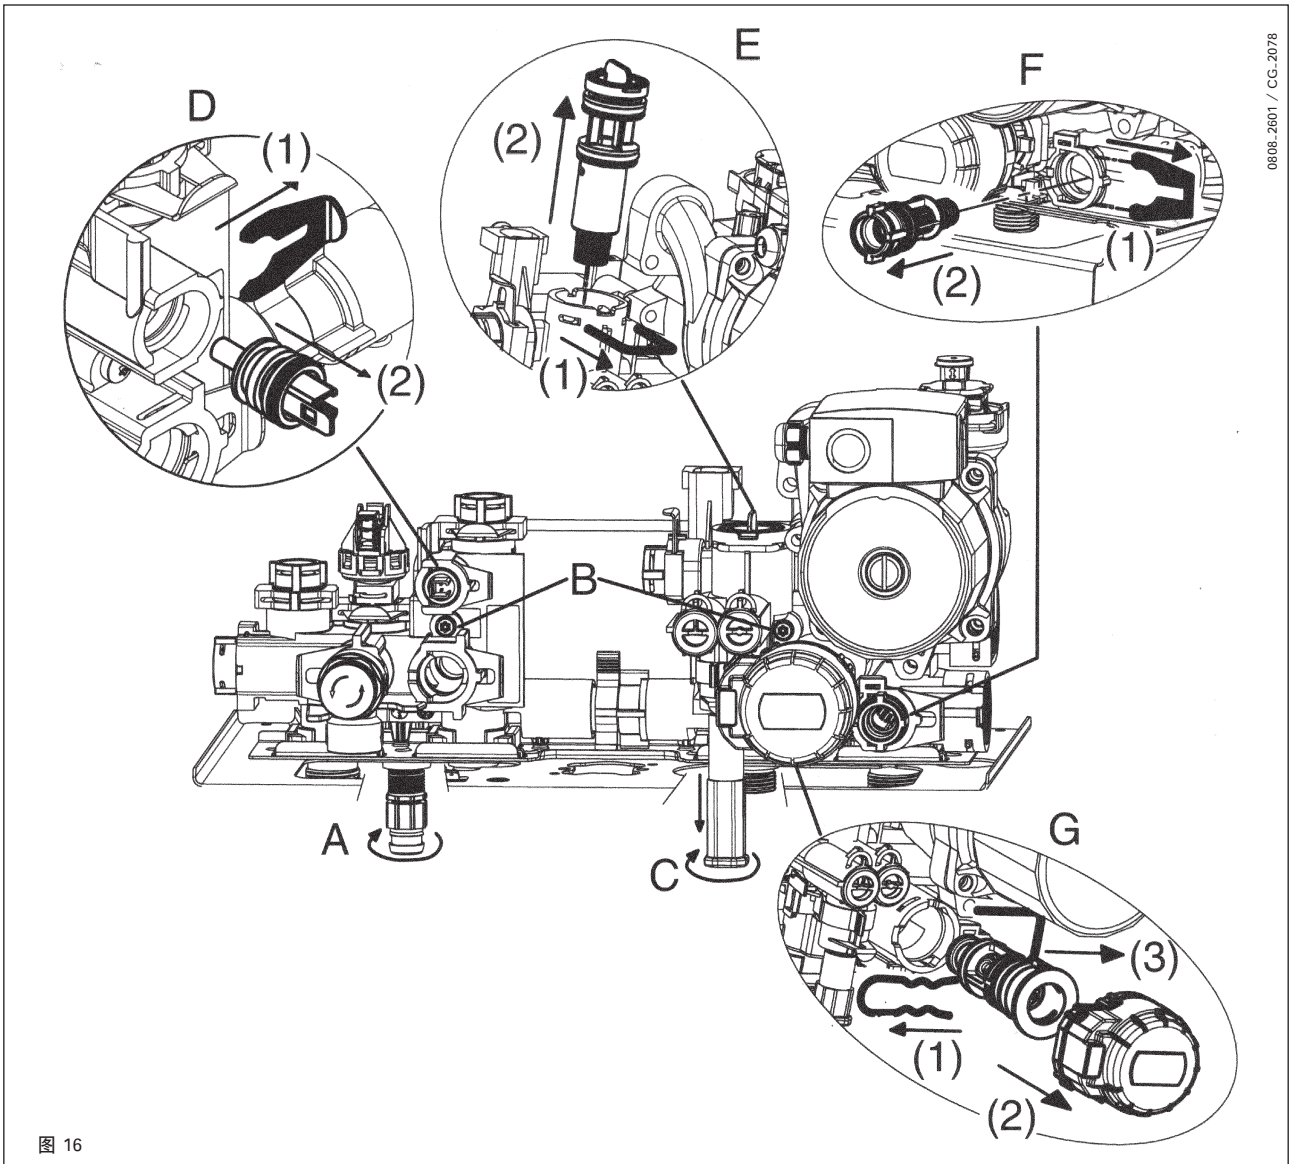

图 16
卫生热水过滤网以及采暖过滤网均安装于专门的可抽出的金属套筒内。采暖过滤网的金属套筒位于采暖回水管上（见图16中的F），卫生热水过滤网的金属套筒位于自来水进水管上（见图16中的E）。按以下步骤清洗过滤网：
- \* 打开图16中的阀A，排掉采暖系统中的水；
- \* 在取出采暖过滤网之前，必须首先拆下三通阀上的电机（图16中的G(1)和(2)）；
- \* 拆下图16中的固定卡子E(1)
- \* 拆下过滤器（图16中的E(2)）。
如果没有安装关断阀，则必须按照下节所述拆下卫生热水换热器，并单独进行除垢。我们建议您也对卫生热水换热器座及NTC温度传感器进行除垢清洗（图16中的D）。